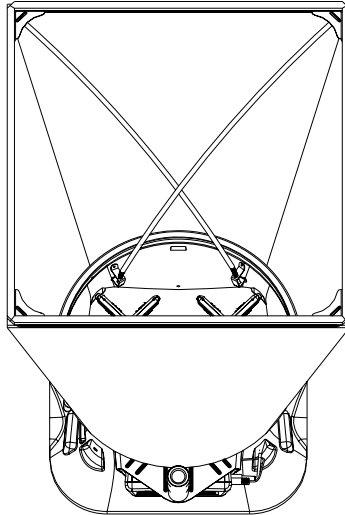

Abb.14: Einbau der Haltestäbe
3. Biegen Sie den Stab vorsichtig, um ihn in die Vertiefung am Haubenrahmen einzuhängen. Bitte beachten Sie, dass die optimale Stabilität und Passgenauigkeit nur gegeben ist, wenn sich die Stäbe kreuzen wie in Abb. 14 dargestellt. Daher nehmen Sie immer die Halterung oben, die gegenüber der unten liegt. Es befinden sich jeweils zwei Stäbe innen an der Vorder- wie an der Rückseite.